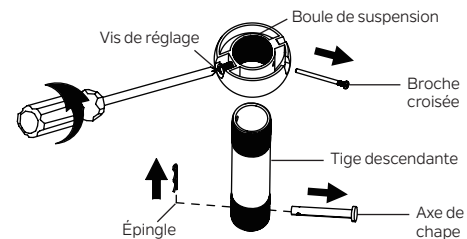

Fig. 6
Étape 2. Retirez l'épingle et l'axe de chape de l'ensemble de tige de descente, conservez-les pour une utilisation ultérieure. Retirez la boule de suspension de l'assemblage de la tige descendante en desserrant les vis de réglage, en retirant la goupille transversale et en tournant la boule hors de la tige. (Fig. 6)